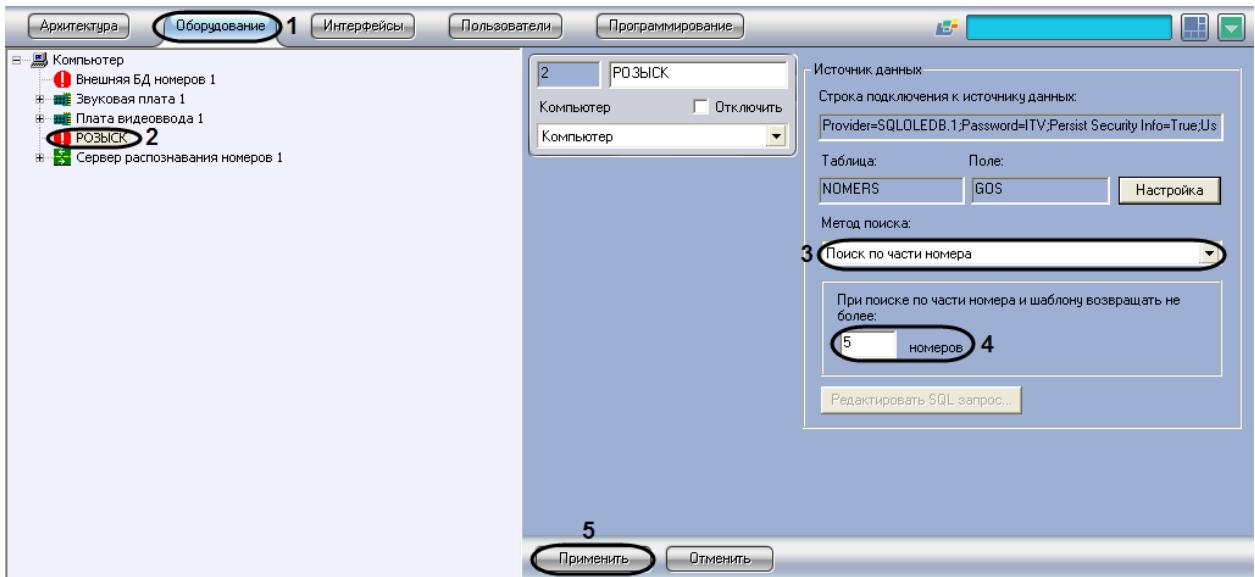

Рис. 7.6—11. Выбор метода поиска «Поиск по части номера» или «Поиск по шаблону»
- Выбрать в дереве объект «Внешняя БД номеров» (Рис. 7.6—11, 2).
- Из списка «Метод поиска» выбрать значение «Поиск по части номера» или «Поиск по шаблону» (см. Рис. 7.6—11, 3).
- В поле «При поиске по части номера или шаблона возвращать не более ... номеров» ввести максимальное количество номеров, возвращаемое при поиске по части номера или номерному шаблону во внешней базе данных номеров (см. Рис. 7.6—11, 4).